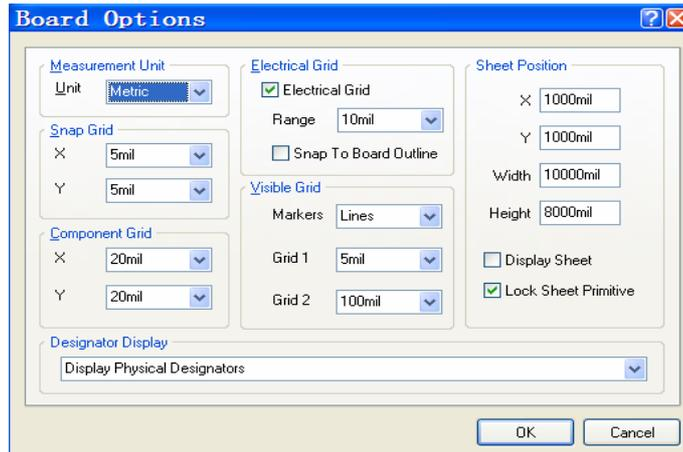

图 1.1
**1.2.1 面板选项设定:** 选择菜单命令 “Design\Board option...”, 打开设定界面. 如图 1.1